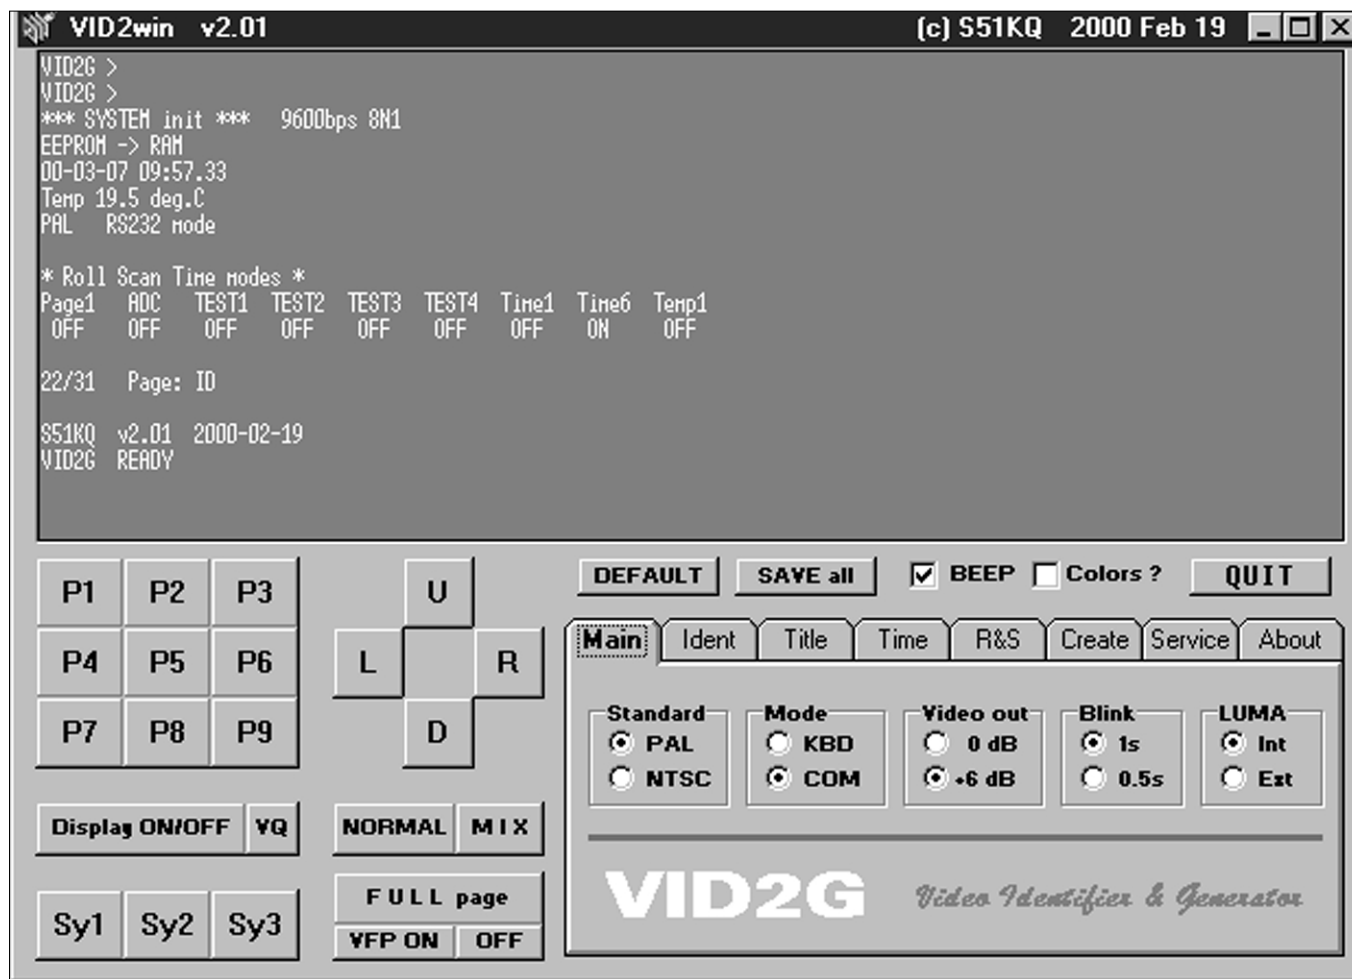

Fig.1
Klik twee keer op het VID2w-icoon om het programma te starten. Nadat de database geïnitieerd is verschijnt het startscherm (fig.1). Het scherm is in twee delen gesplitst. Het bovenste deel is een monitor voor de RS232-datastream. De VID2G generator zendt nu constante relevante informatie uit via de RS232 uitgang, onafhankelijk van of de bediening nu wel of niet via de computer gebeurt. Deze data zal afgebeeld worden op het scherm van de computer (als deze aangesloten is). Het gaat echter om eenrichtingverkeer. Het is niet mogelijk om vanuit de computer deze data aan te passen (althans niet in dit deel van het scherm). Om dat wel mogelijk te maken moeten we gebruik maken van de commando's en knoppen die in het onderste deel van het scherm te vinden zijn. De gewoonlijke (Windows-alike) knoppen ontbreken in het bovenste deel van het scherm en er is ook geen help-functie beschikbaar. Maar elke functie heeft echter wel een 'hint' functie. Als je de cursor met de muis naar een knop verplaatst en de muis wat langer ingedrukt houdt zal een aanwijzing op het scherm zichtbaar worden.
Double click on VID2w's icon to run the program. After initialisation of data, a screen like the one shown on figure 1 will appear on the centre of the computer's monitor. The layout of the screen is split in two horizontally sections. The upper half is a big RS-232 monitor. The VID2G device will send important data on to its RS232 output at any time, regardless of the keyboard, or RS232 mode. All this data will be captured and displayed by the Win program in this particular area. This display is written as one way only. It's not possible to write any commands from the PC into this window (for sending them to the VID2G device). To
*In the main window (figure 1) are shown buttons for displaying 9 predefined video pages. Buttons are numbered as P1 to P9 (for page 1 to page 9). Already displayed (generated) pictures can be switched OFF and ON very fast by pressing the "DISPLAY ON/OFF" button.*
All the command buttons we have considered until now are positioned on the front layer of the main window, because those buttons are needed most of the time. All the other buttons and entry areas are 'hidden' on eight sub menus (figure 1, down right).